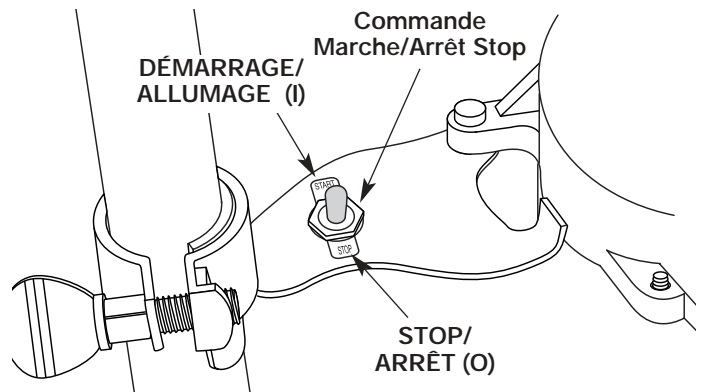
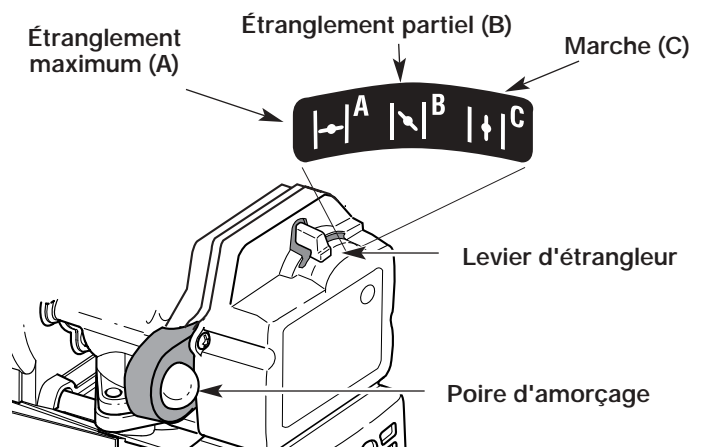

Figure 14
Figure 15
2. Mettez la commande Marche/Arrêt Stop en position **DÉMARRAGE (I)** (Fig. 14).
3. Enfoncez complètement, puis relâchez lentement la poire d'amorçage 10 fois. Vous devriez voir du carburant dans la poire (Fig. 15). S'il n'est pas visible, appuyez trois fois de plus ou jusqu'à ce qu'il apparaisse.
4. Mettez le levier d'étrangleur en position d'étranglement **MAXIMUM (A |←|)** (Fig. 15).
6. Mettez le levier d'étrangleur en position d'étranglement **PARTIEL (B |↘|)** (Fig. 15).
**REMARQUE :** Si le moteur se noie durant le démarrage, placez le levier d'étrangleur en position **MARCHE (C |↑|)** (Fig. 15). Appuyez sur la manette des gaz. Tirez rapidement sur la corde de démarrage. Le moteur devrait démarrer après 3 à 8 coups.
**REMARQUE :** il n'est pas nécessaire d'utiliser l'étrangleur pour démarrer un moteur chaud. Mettez la commande Marche/Arrêt Stop en position **MARCHE** (Fig. 14), puis démarrez en position d'étranglement **PARTIEL (B |↘|)**. Après le démarrage, placez le levier d'étrangleur en position **MARCHE (C |↑|)** (Fig. 15).
2. Mettez la commande Marche/Arrêt Stop en position **ARRÊT (O)** (Fig. 14).